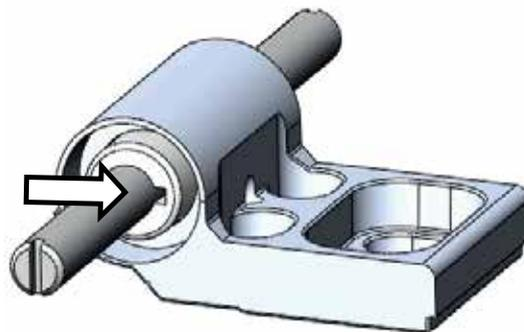

Рис. 8
4.2 Установить эксцентриковую втулку в «нулевое» положение см. (Рис. 8) (ориентация паза в горизонтальном положении).